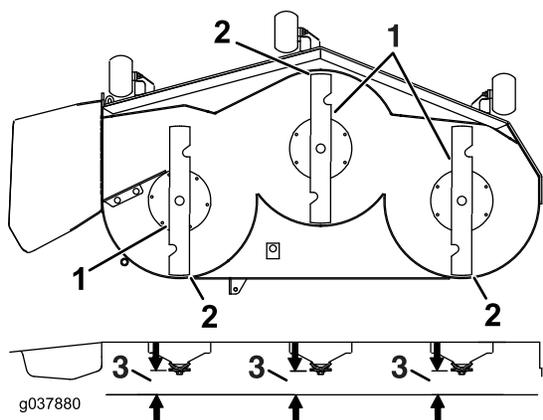

Рисунок 86
7. Проверьте выравнивание ножа по горизонтали в продольном направлении (Рисунок 86). Убедитесь, что передний конец ножа ниже заднего конца ножа, как показано в таблице высоты подставок и наклона ножей. Если необходима регулировка, перейдите к выполнению данной процедуры.